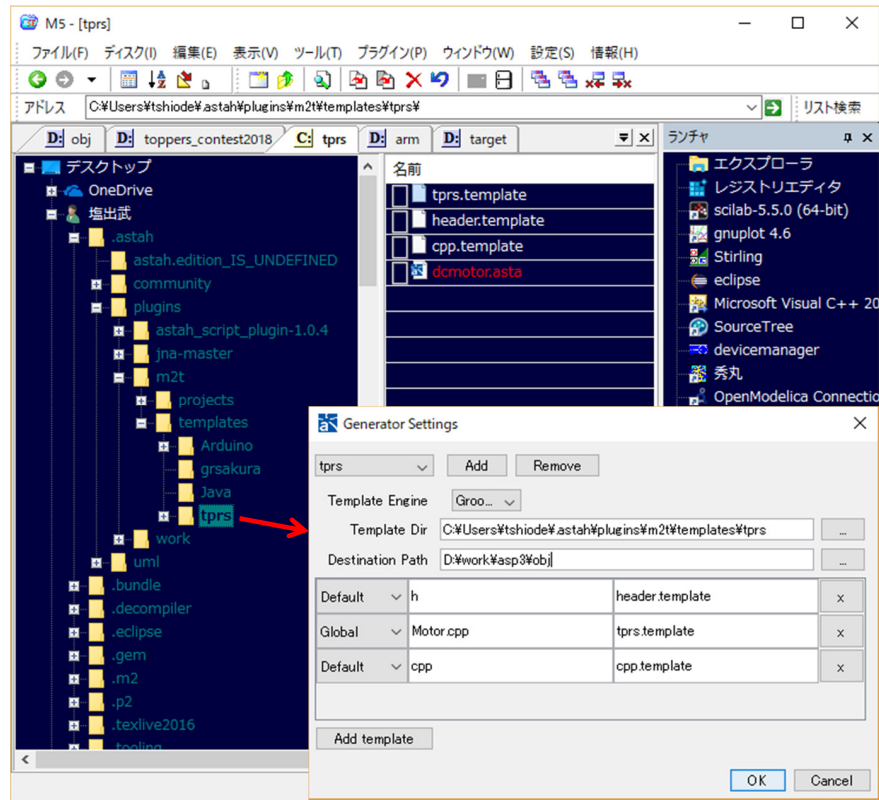

図 4 TOPPERS 向け m2t プラグインの設定
3. **TOPPERS** 向けのテンプレートファイル (事務局様に提出)\*4を設定する。図 4 参照